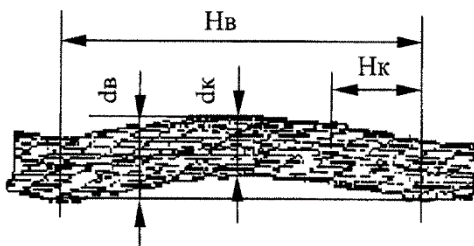

Рис.25: Волнистость каната
6. Волнистость каната характеризуется шагом и направлением ее спирали (рисунок 25). При совпадении направлений спирали волнистости и свивки каната и равенстве шагов спирали волнистости H_v и свивки каната H_k канат бракуется при $d_v > 1,08d_k$,